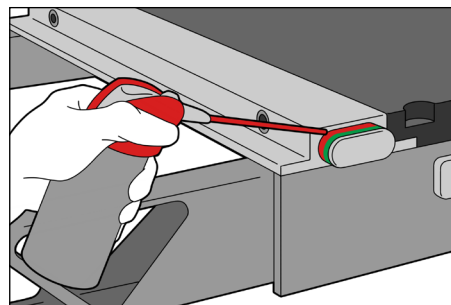

Fig. 5
7. Rocíe con lubricante el espacio situado entre la parte superior del botón y el alojamiento del seguro para lubricar los componentes interiores. (Fig. 5)